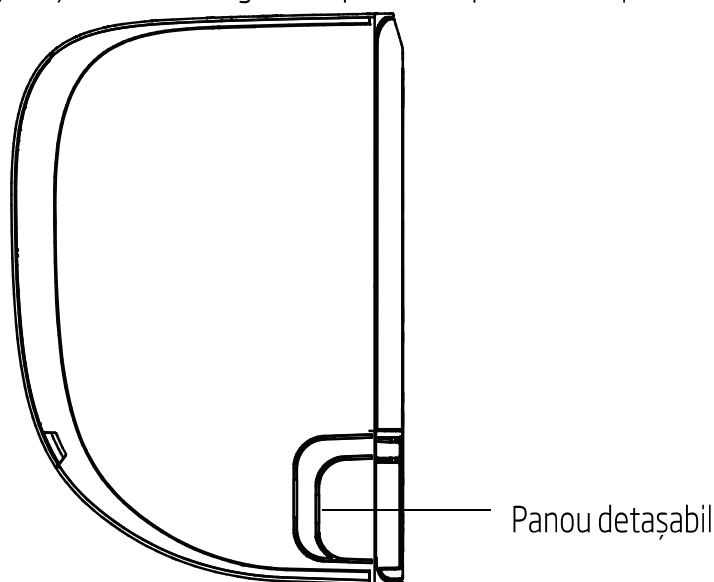

Fig. 5.3
2. Dacă gaura din perete este în spatele unității, mențineți panoul detașabil la loc. Dacă gaura din perete este în partea laterală a unității interioare, scoateți panoul detașabil din plastic de pe partea respectivă a unității. (A se vedea Fig. 5.3) Aceasta va crea o fantă prin care conductele pot ieși din unitate. Utilizați clești cu vârf alungit dacă panoul de plastic este prea dificil de îndepărtat cu mâna.